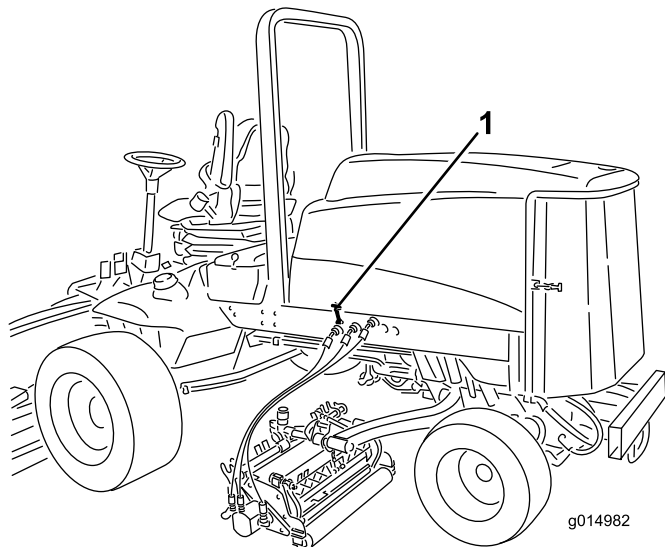

Figura 46
1. Desenganche los cierres del capó (Figura 46) y abra el capó.